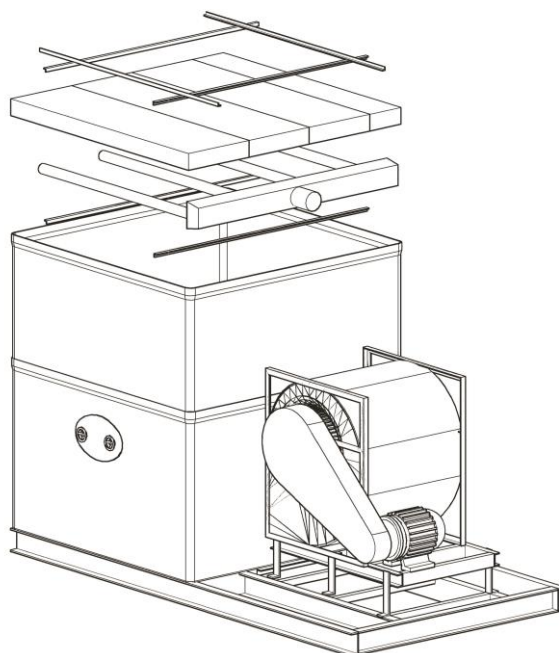

Fig. 13
- b) Nettoyage ou remplacement des dévésiculeurs: Le remplacement des séparateurs se fait à partir de la partie supérieure de la tour, en retirant les tranches supérieures du séparateur (fig. 13).